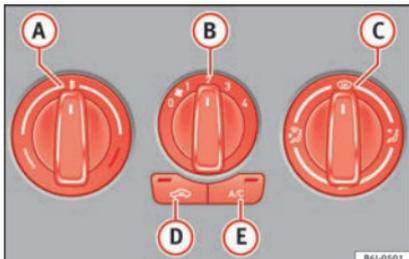

Fig. 166 Comandos do ar condicionado no painel de instrumentos.
- Com os comandos rotativos **A**, **B** e **C** » **Fig. 166** regula-se a temperatura, a velocidade do ventilador e a distribuição do ar.
- Desligue o sistema de refrigeração com o botão » **Fig. 166** (apaga-se a luz de controlo do botão).
Se o comando rotativo  » Fig. 166 estiver na posição de descongelação, a portinhola de recirculação estará sempre aberta (indicador luminoso apagado).
- Pressione o botão  » Fig. 166, o aviso do botão acende-se indicando que foi ativada a recirculação do ar interior do habitáculo.